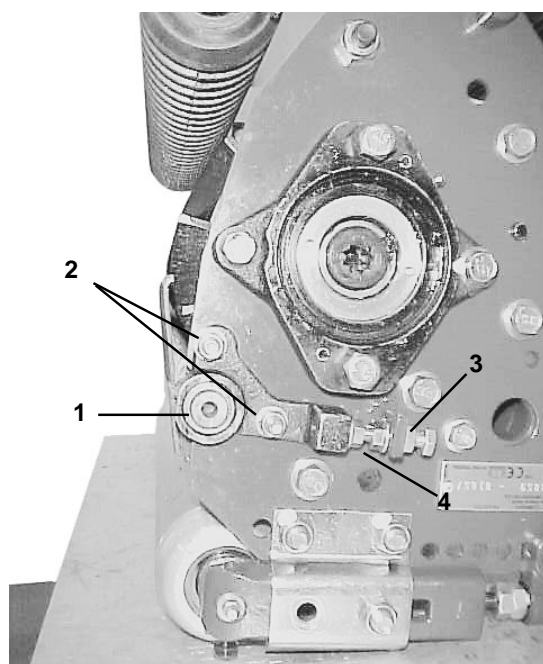

Fig. 8
5. Løsne navets låsemutre slik at navet kan beveges (fig. 8).
6. Hvis papirremsen ikke ble kuttet på venstre side: løsne nedre justeringsmutter på dreienavet og dreii så øvre justeringsmutter med urviserne for å trekke navet opp. Hvis remsen ikke ble klippet på høyre side: løsne øvre justeringsmutter på navet og dreii så nedre justeringsskrue mot urviserne for å skyve navet ned (fig. 8).